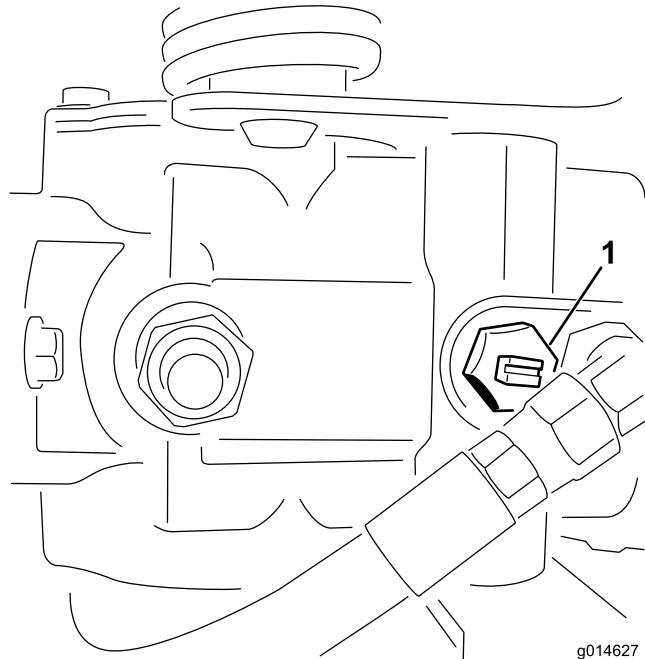

図 41
1. 油圧ポンプについているバイパスバルブ（図 41）の溝が「縦」になるようにバルブを回転させる。
2. エンジンを始動する時には、必ずバイパスバルブ（図 41）を閉じる（溝が横向きになる）。バルブを開けたままでエンジンを掛けないこと。